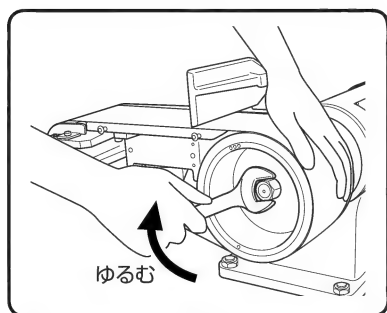

図 19
- (2) コンタクトホイールの外周を手で押え、スパナを図のゆるむ方向（時計回り）に回すと、ナットをゆるめることができます。（図 19）